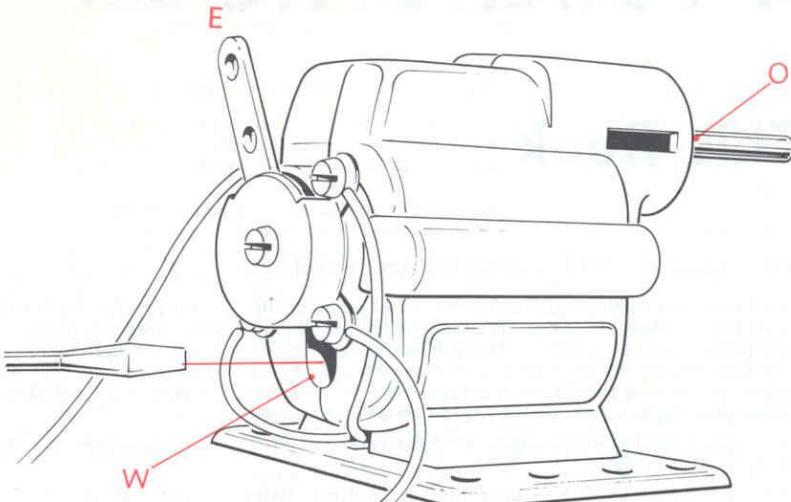

Fig 1
The motor is designed so that brushes can be replaced. Instructions for replacement of brushes are illustrated in figs. 1 and 2 on opposite page. (W) indicates access hole for screwdriver to brush assembly retaining screw. (Z) indicates recess in motor base for removal or replacement of brush assembly.
Le moteur est conçu de façon que les charbons puissent être changés: les instructions vous sont données sur les figures 1 et 2, au verso. La figure (W) montre comment vous pouvez accéder, avec un tournevis, à la vis de fixation des porte-charbons. La figure (Z) montre un renforcement de la base du moteur pour ôter ou changer les port-charbons.
Motorn är så konstruerad att kolen lätt kan bytas ut. Hur man gör detta framgår av fig. 1 och 2 på motsatt sida. W visar hål för skruvmejsel att komma åt skruven som håller kol. Z visar var man går in då man vill ta ur eller byta ut hållare med kol.
Oljas emellanåt vid punkt O, se fig. 1.